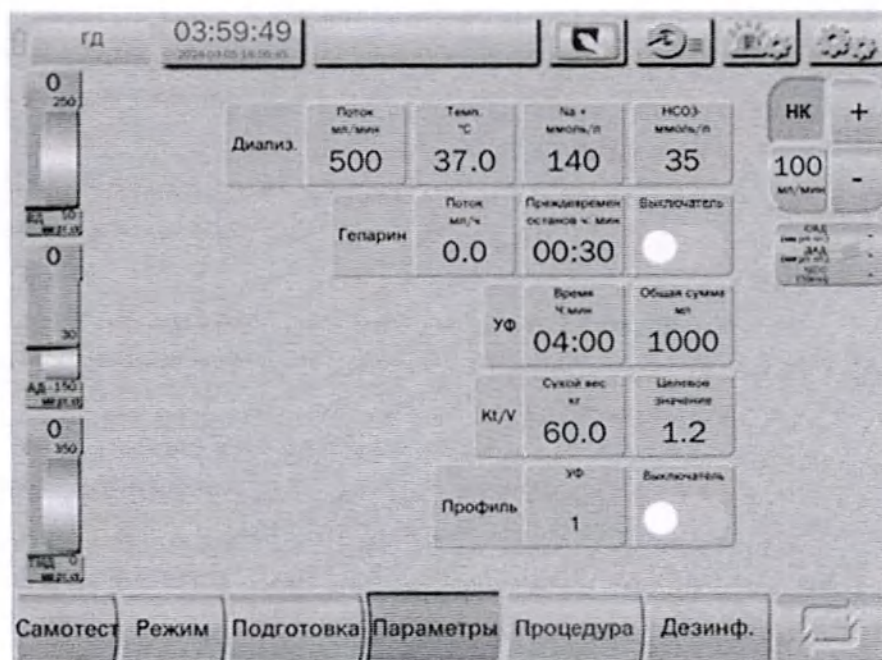

Рисунок 43. Параметры
- 5) В Интерфейсе «Параметры» убедитесь, что значения «Kt/V - Сухой вес» и «Kt/V - Целевое значение» установлены правильно (Рис. 43).